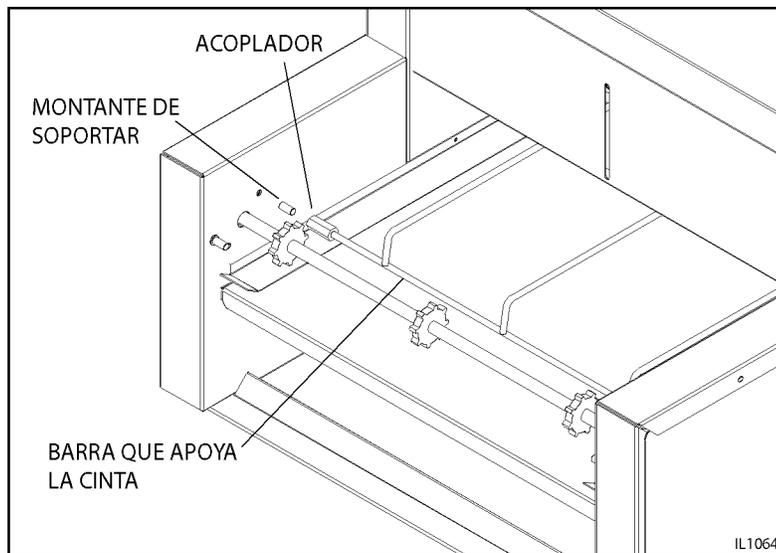

Figura 2: Extracción de la barra que apoya la cinta
7. Remueva el sistema de apoyo del transportador como está mostrado en la figura 2. Remueva los acopladores de los montantes de soportar. Limpie con agua tibio y una tela abrasiva.